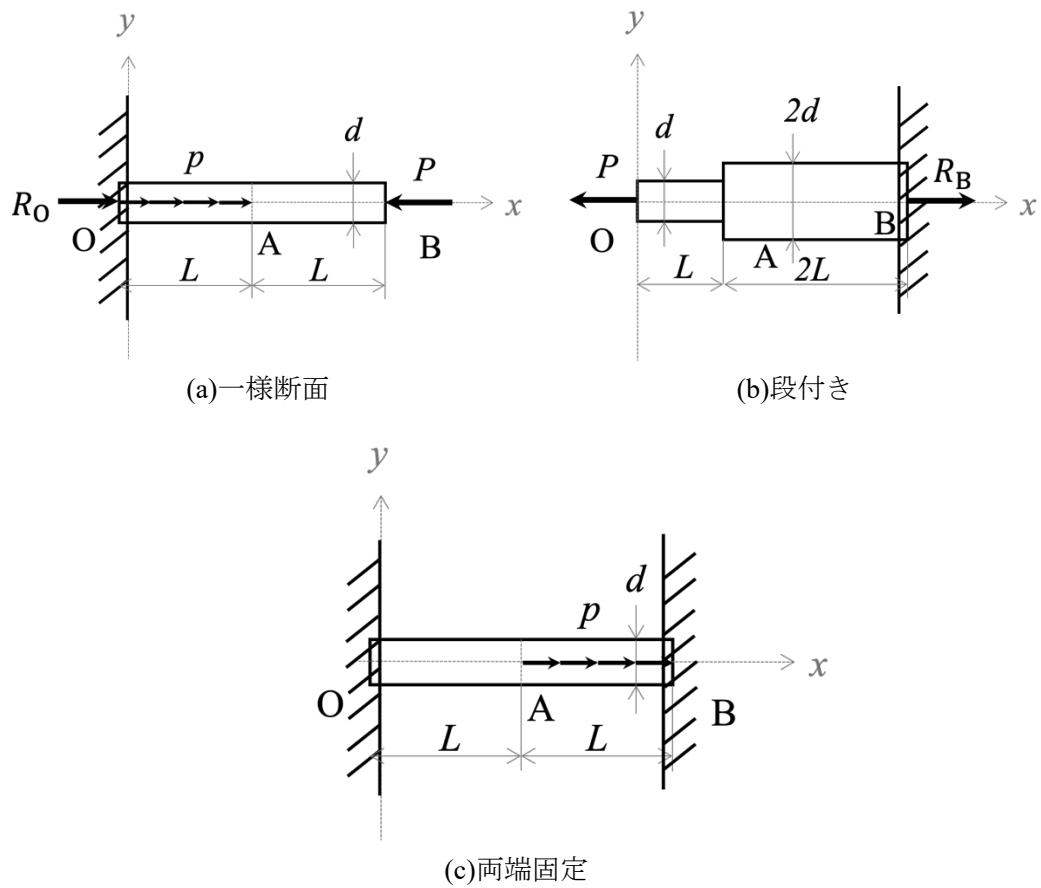

Fig.1 様々な丸棒
- [1] 図1に示すような一端が壁に固定された一様断面の丸棒(a), 段付き丸棒(b)と両端が壁に固定された丸棒(c)がある. (a)は長さ $2L$ , 直径 $d$ の丸棒の左端が固定されておりBC間に分布荷重 $p$ , 外力 $P$ が図のように作用している. (b)は長さ $L$ , 直径 $d$ の丸棒(OA間)と長さ $2L$ , 直径 $2d$ の丸棒(AB間)からなる段付き丸棒が右端で固定されている. (c)は長さ $L$ , 直径 $d$ の丸棒の両端が固定されており点Aで分布荷重 $p$ が右向きに作用している. 点O, Bでの壁からの反力を $R_O$ ,  $R_B$ (右向き正), 丸棒のヤング率を $E$ として, 以下の問い合わせに答えよ.